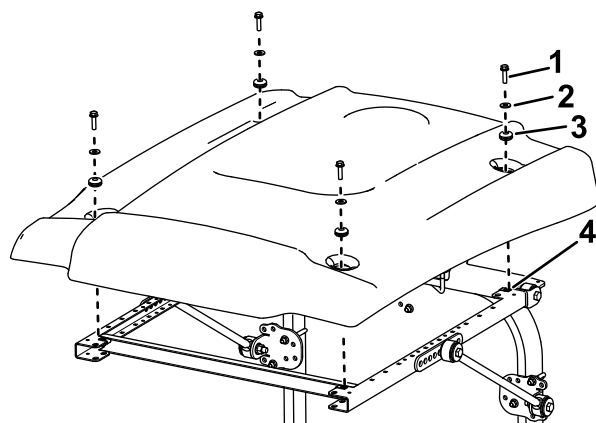

Figura 28
15. Alinee los taladros de montaje y posicione el toldo sobre el bastidor, según se muestra en Figura 28.
16. Sujete provisionalmente cada esquina del toldo al bastidor con un perno con arandela prensada ($\frac{5}{16}$ " x 1"), una arandela pequeña y un anillo de goma (Figura 28).